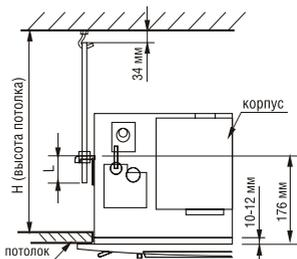

Рис. 15
- Длина шпилек рассчитывается по рис. 15